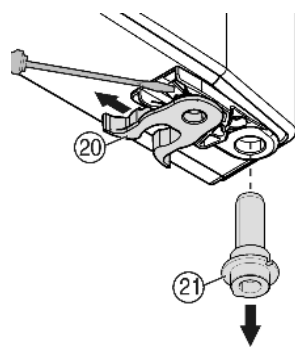

Fig. 8
- ▶ Veerklem Fig. 8 (20) verplaatsen: Sluittok omlaag drukken, veerklem eroverheen en eraf trekken.
- ▶ Lagerbout Fig. 8 (21) uit de deurbus nemen en samen met het plaatje aan de tegenoverliggende kant aanbrengen. De sluitnok moet naar de binnenkant van de deur wijzen, de kerf naar de buitenkant.
- ▶ Deur aan de onderkant vastzetten en de lagerbout Fig. 8 (21) in de lagerbus aanbrengen. Evt. de lagerbout draaien om deze te laten vastklikken.